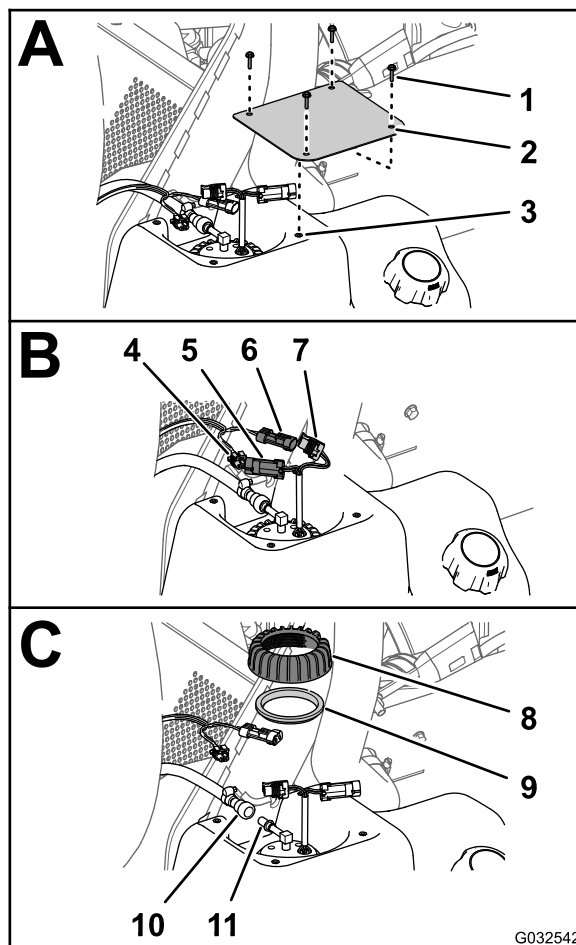

図 72
2. 燃料タンク部分で、カバーを燃料タンクに固定しているねじ#10 x 3/4" 4本を外して、カバーを取り外す 図 72。
3. 燃料ポンプ/センダーユニットの2ピンコネクタから、車両用のワイヤハーネスの2ソケットコネクタを外し燃料ポンプ/センダーユニットの2ソケットコネクタから、車両用のワイヤハーネスの2ピンコネクタを外す 図 72。
4. 燃料ホースカップラの固定スリーブを燃料ポンプ/センダーユニットのフィッティングからずらし、フィッティングからカップリングとホースを取り外す 図 72。
5. 燃料ポンプ/センダーユニットのナットを左に回して、ナットとシールを取り外す 図 72。